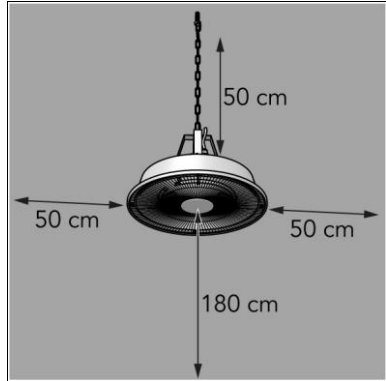

Abbildung 6
1. Platzieren Sie das Gerät mit einem Mindestabstand (Abbildung 6) von: